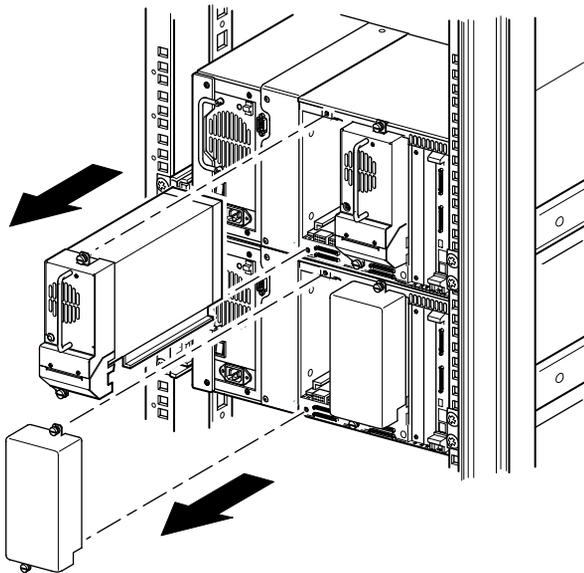

Figure 2-4. Accès au compartiment d'unité 1
2. Retirez l'obturateur ou le sabot d'unité 1 du compartiment contigu à l'ouverture laissée par le cache de PTM (voir la Figure 2-4).